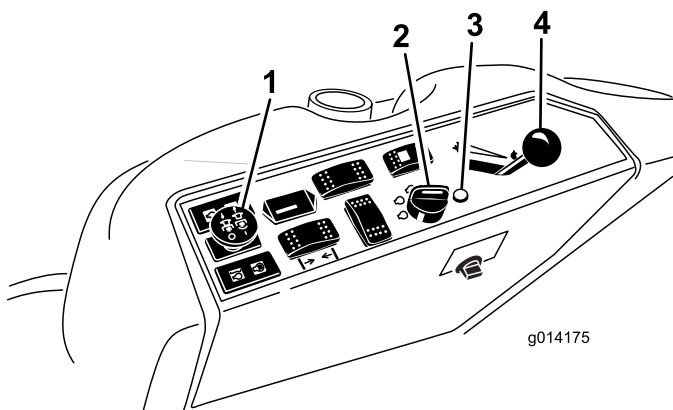

図 13
- PTO スイッチをOFF 位置とする(図 13)。
- スロットルレバーを Fast と Slow の中間にセットする(図 13)。